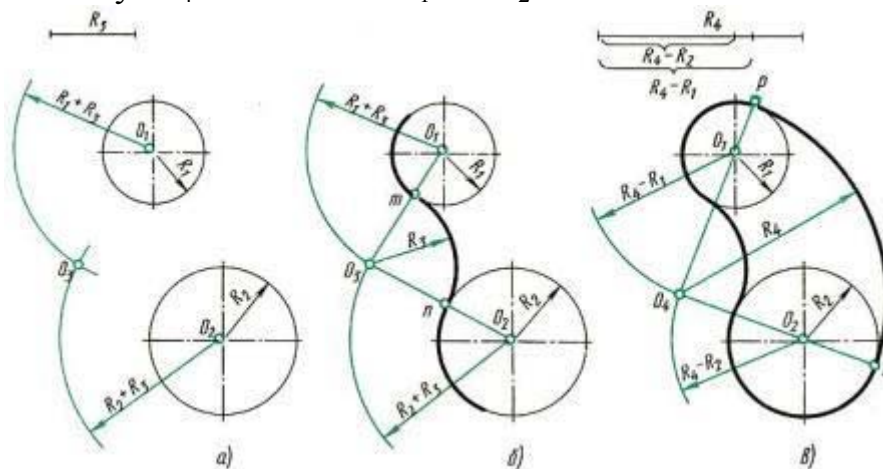

Рис. 18. Сопряжение двух дуг окружности
1. Из центров  $O_1$  и  $O_2$  раствором циркуля, равным сумме радиусов заданной и сопрягающей дуг, проводят вспомогательные дуги (рис. 18,а); радиус дуги, проведенной из центра  $O_1$ , равен  $R + R_3$ , а радиус дуги, проведенной из центра  $O_2$ , равен  $R_2 + R_3$ . На пересечении вспомогательных дуг расположен центр сопряжения - точка  $O_3$ .
2. Соединив прямыми точку  $O_1$  с точкой  $O_3$  и точку  $O_2$  с точкой  $O_3$ , находят точки сопряжения  $m$  и  $n$  (см. рис. 18, б),